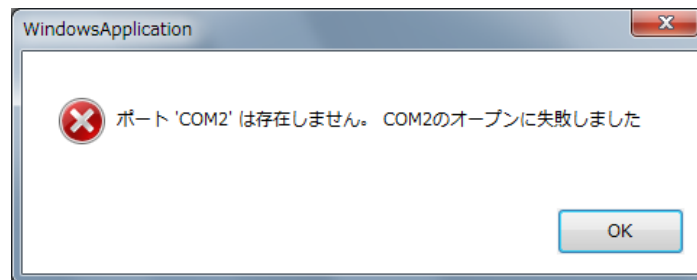

図 3-3 ポート初期化失敗(例:COM2 設定時)
- (1) 「ポート 'COM*' は存在しません。COM*のオープンに失敗しました」と表示された場合 (図 3-3)